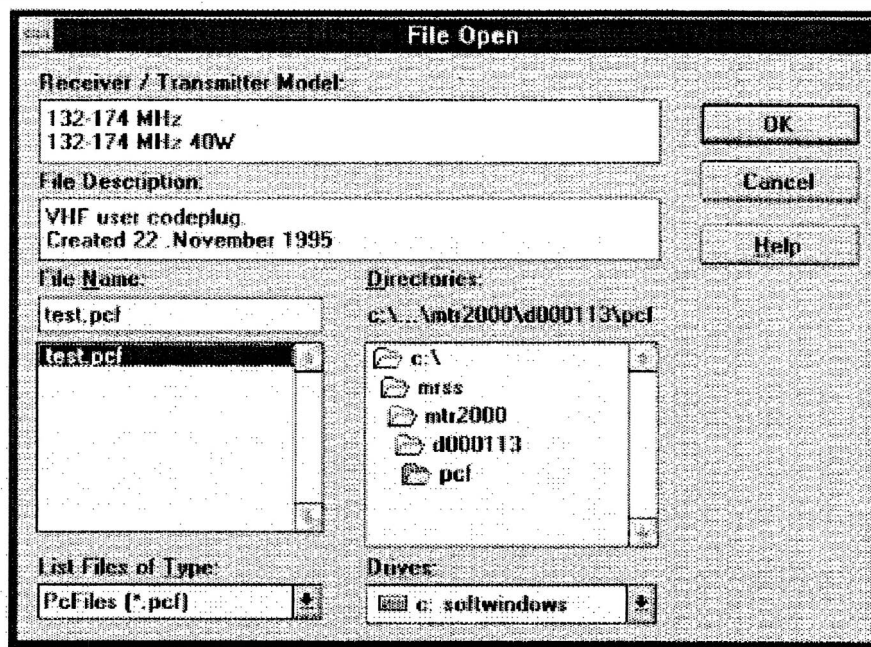

Figura 3-3
2. Por exemplo, para ler uma ficha existente, selecione o comando **Open** do menu **File**. Aparece a janela de abertura de ficha (veja a Figura 3-3).